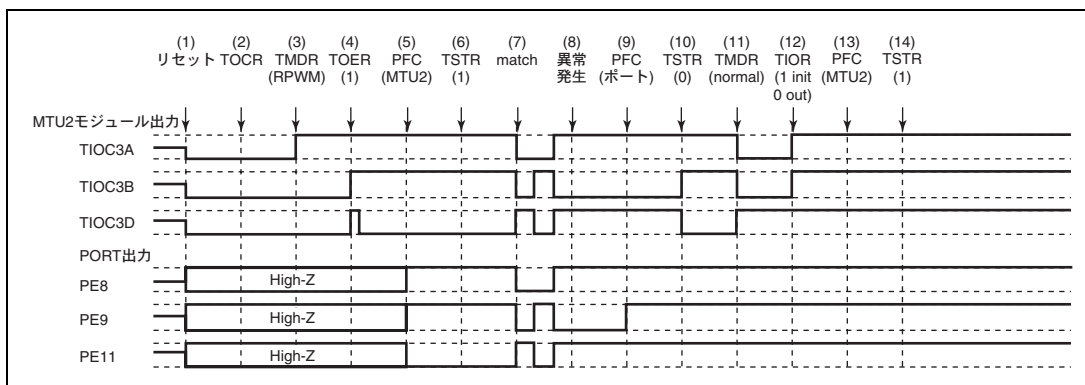

図 10.163 リセット同期 PWM モードで異常が発生し、ノーマルモードで復帰する場合
- (1) ~ (10) は図 10.163 と共通です。
- (11) PWM モード 1 を設定してください (MTU2 出力は正相側がローレベル、逆相側がハイレベルとなります)。
- (12) TIOR で端子を初期化してください (PWM モード 1 では TIOC*B 側は初期化されません)。
- (13) PFC で MTU2 出力としてください。
- (14) TSTR で再スタートします。
(28) リセット同期 PWM モードで動作中に異常が発生し、相補 PWM モードで再スタートする場合の動作
- (11) TOER でチャンネル 3、4 の出力を禁止してください。
- (12) TOCR で相補 PWM の出力レベルと周期出力の許可禁止を選択してください。
- (13) 相補 PWM を設定します (MTU2 の周期出力端子はローレベルになります)。
- (14) TOER でチャンネル 3、4 の出力を許可してください。
- (15) PFC で MTU2 出力としてください。
- (16) TSTR で再スタートします。
- (11) PFC で MTU2 出力としてください。
- (12) TSTR で再スタートします。
- (13) コンペアマッチの発生によりリセット同期 PWM 波形を出力します。